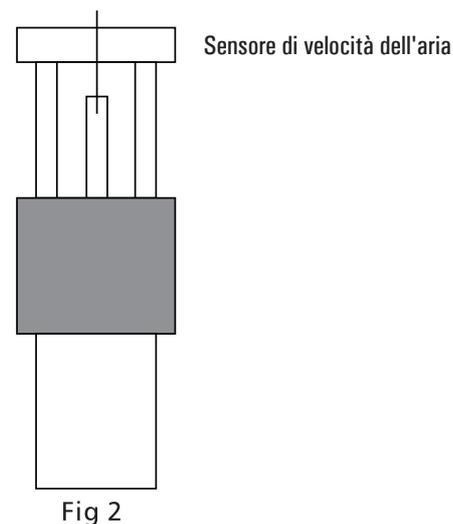
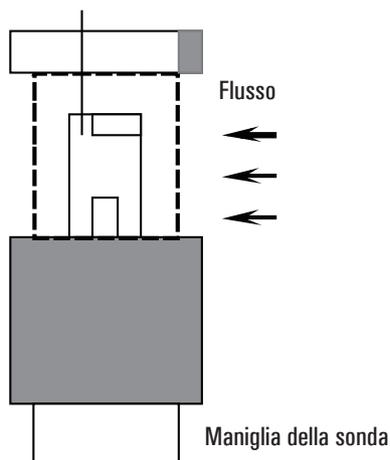

Fig 2
Fig 4
5. Far scorrere il coperchio del sensore in posizione abbassata, lasciare che il sensore di velocità dell'aria entri in contatto con l'aria, fare riferimento alla Fig.2. Estendere la sonda del telescopio alla lunghezza appropriata, fare riferimento alla Fig.4.
C'è un segno sulla parte superiore della "Testina sensore", quando si effettua la misurazione, allora questo segno dovrebbe contro il vento misurato, fare riferimento alla Fig. 4, Fig5. Quando la faccia della testina del sensore contro l'aria di misurazione, quindi la faccia della testina del sensore contro la misurazione aria, quindi il display superiore mostrerà il valore della velocità dell'aria. Il display inferiore mostrerà il valore della temperatura.